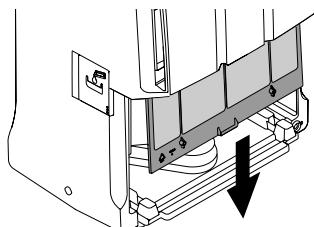

Рис. 6
- Чтобы снять воздушный фильтр, необходимо изъять резервуар, и выдвинуть фильтр, направляя его книзу (рис. 6).